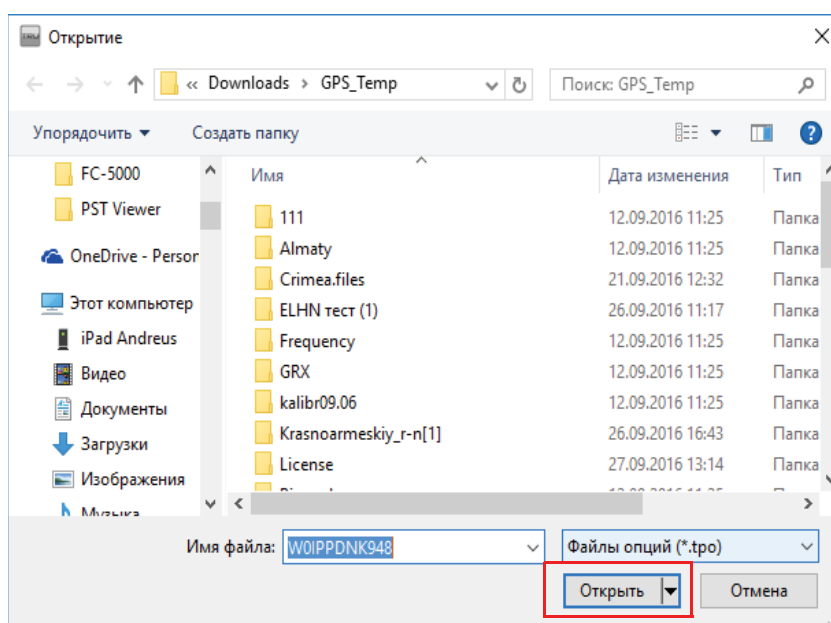

Рис. 20: Загрузка файла OAF
4. Выберите нужный файл и нажмите **Открыть** (Рис. 20).